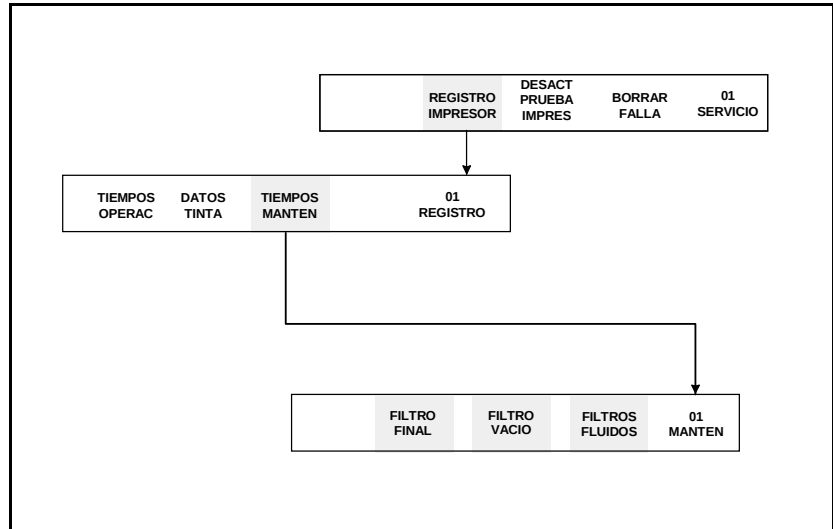

Figura 5-4. Acceso a <TIEMPOS MANTEN> en el Registro de Impresora
1. Comience en el Marco <01 SERVICIO>. Vea la Figura 5-4.